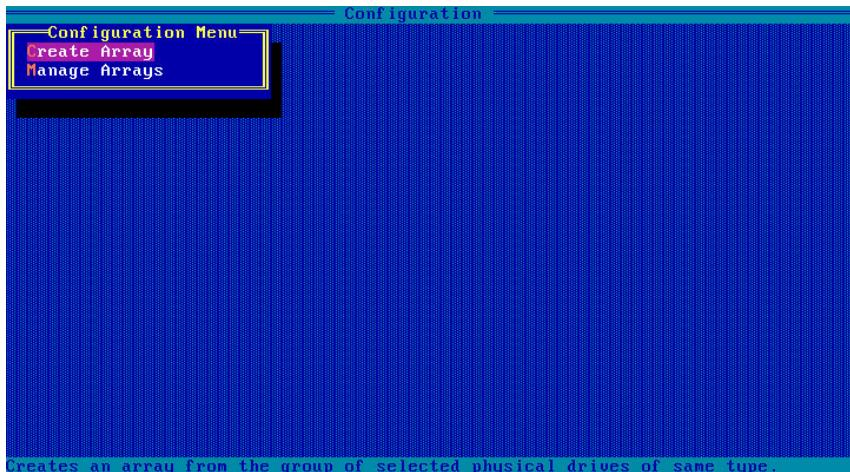

图 5-133
3. 进入选择组 RAID 的磁盘页面，如图 5-133 所示；